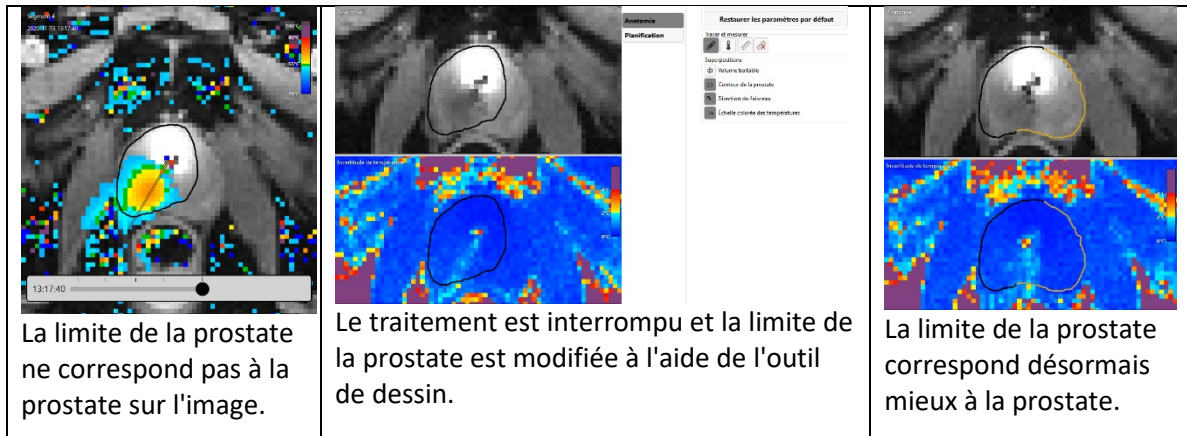

Figure 61 : Modification de la limite de la prostate
3. Cliquer sur l'outil de dessin. La TDC affiche un nouveau volet présentant le contour limite de la prostate et l'incertitude de température pour la coupe sélectionnée (*Figure 61*).